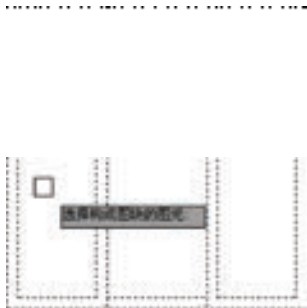

图 11-29 选择构成图块的图元
6) 重复调用“LMMC”命令，在“天正图库管理系统”窗口中单击“新图入库”按钮，在绘图区中选择构成图块的图元，如图 11-29 所示。